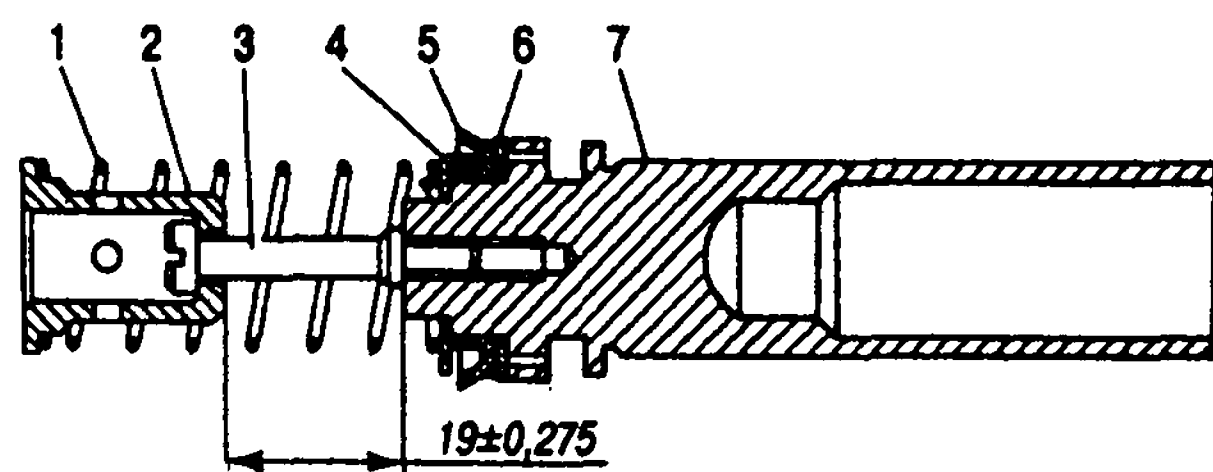

Рис. 8.13. Первичный поршень главного цилиндра: 1 - пружина; 2 - держатель пружины; 3 - винт; 4 - упорная шайба; 5 - манжета; 6 - шайба; 7 - поршень
Причинами, вызывающими вялое растормаживание или самопроизвольное торможение автомобиля, могут быть также разбухание манжет 14 (см. рис. 8.13), поломка возвратных пружин 16, 19 или задиры на поршнях или стенках главного цилиндра.
12. Снимите с поршня направляющую втулку 9, наружную манжету 8 и упорное кольцо 7. Не рекомендуется без необходимости вывертывать винт 3 (рис. 8.13) держателя 2 пружины 1. Если такая разборка необходима, то после устранения неисправности заверните винт 3 крутящим моментом 1,7-2,2 Н·м (0,17-0,22 кгс·м).
3. Соберите первичный поршень, как показано на рис. 8.13 и проверьте размер $19 \pm 0,275$ мм (не регулируется).